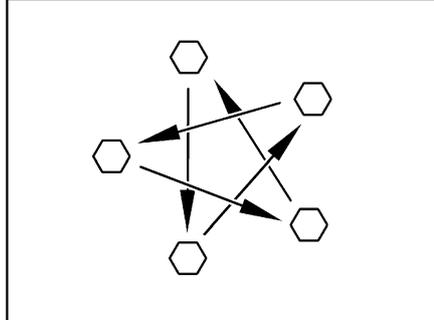

Fig. 158 Serrer en croix les écrous ou les boulons de roue
- Vérifier régulièrement le serrage des écrous ou des boulons de roues. Resserrer alternativement et en croix (Fig. 158) tous les écrous ou les boulons de roue 50 km après le changement d'une roue. Couple de serrage, voir paragraphe 15.5.2.
- ▶ Serrer en croix les écrous ou les boulons de roue (Fig. 158).